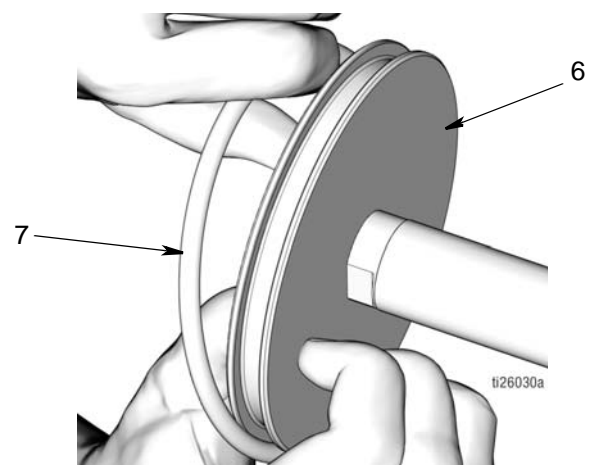

FIG. 49
- Applicare un sottile strato di grasso all'O-ring (7). Montare l'O-ring (7) intorno al pistone (6) come indicato in FIG. 49.